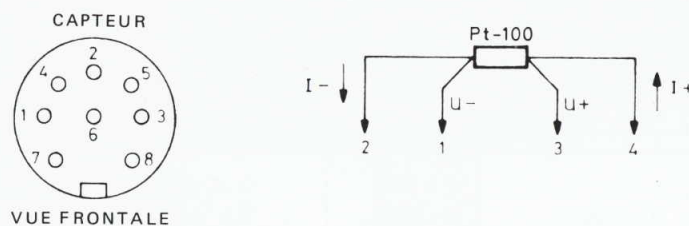

Fig. 16. Connexion de l'entrée PROBE (capteur) ($^{\circ}$ C)
- Dans la fonction $^{\circ}$ C, le capteur Pt-100 PM 9249 peut être utilisé. Pour la connexion d'un élément Pt-100, voyez la figure 16.